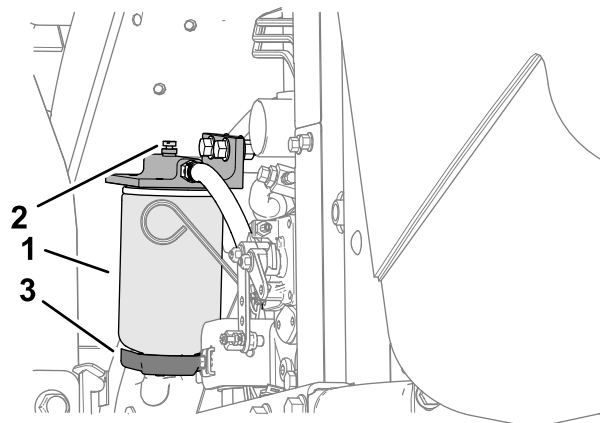

Figura 63
2. Liberte a válvula de escoamento que se encontra na zona inferior do recipiente do filtro (Figura 63).
1. Limpe a zona de montagem do recipiente do filtro (Figura 63).